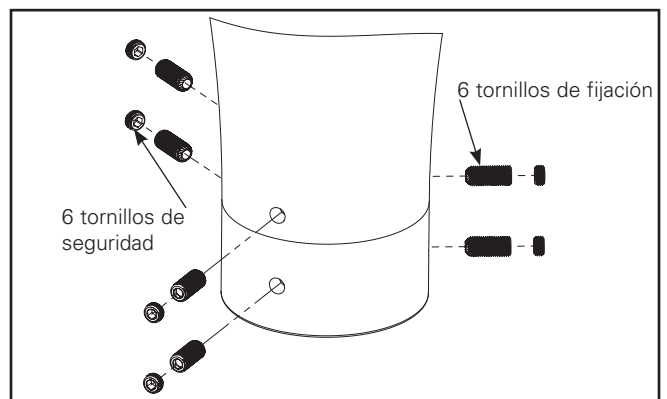

Figura 5.
6. Instala seis tornillos de fijación de 3/8-24 x .375" y apriétalos a 160 in-lbs. (Figura 5.)
7. Instala seis tornillos de seguridad de 3/8-24 x .1875" y apriétalos a 100 in-lbs. (Figura 5.)